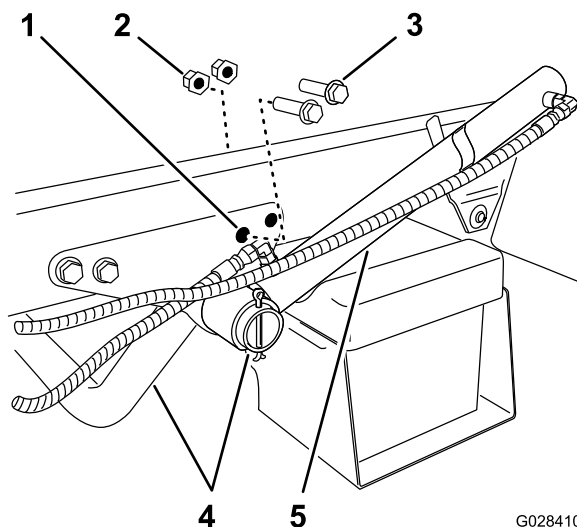

Bild 8
1. Entfernen Sie die zwei Sicherungsbundschrauben und zwei Bundmuttern, mit denen die Stützhalterung für das Motorrohr am Rahmen der Maschine befestigt ist (Bild 8).
2. Drehen Sie den Hubzylinder, um einen Abstand für das Montieren der Befestigungshalterung am Behältergestell zu schaffen (Bild 8).